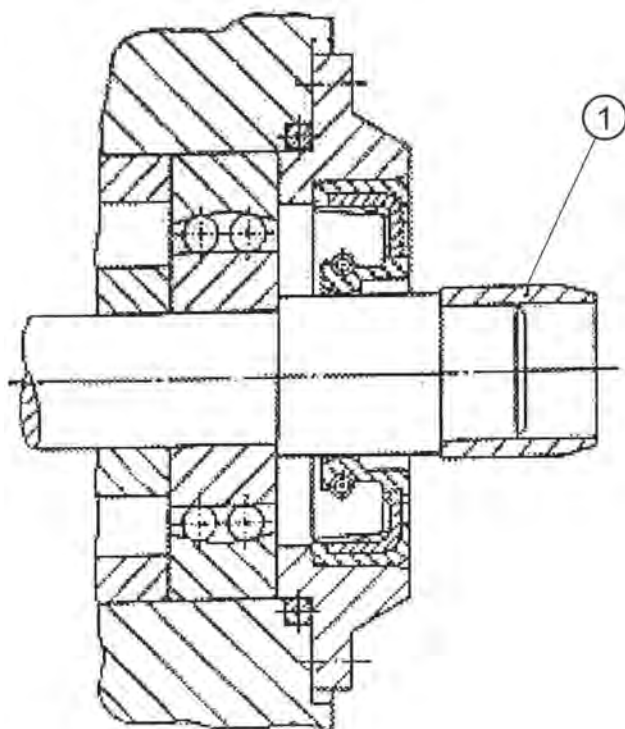
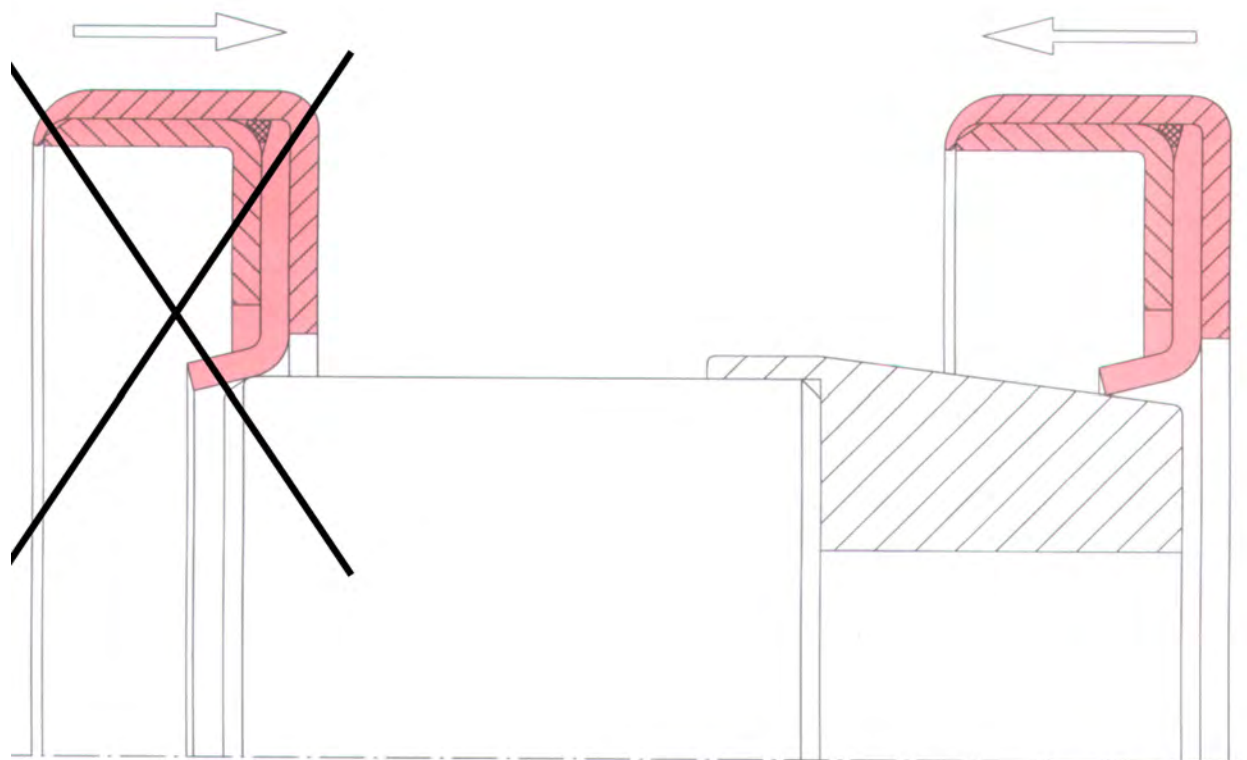
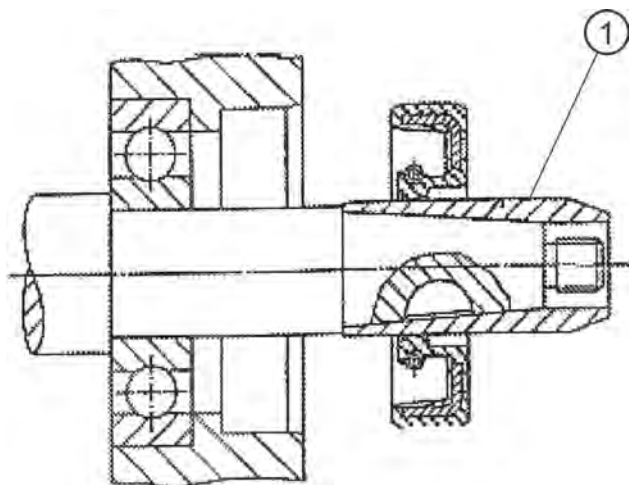

Рисунок 3: Монтажная втулка с кромкой
Рисунок 4: Монтаж радиального уплотнения с тефлоновой фаской
Рисунок 5: Монтажная втулка у пружинного паза
6. При необходимости можно использовать монтажный шипы и втулки (например, в V-моторе со стороны маховика, рис. 3, ПРЗ и ПР6 - см. рис. 4). Монтажные втулки нужны тогда, когда уплотняющая фаска устанавливается над пружинным пазом или зубчатым соединением вала (рис. 5). Радиальные уплотнения из силиконовой массы или тефлона устанавливают только с монтажной втулкой.
7. Примерно за 1 час до установки уплотнений с тефлоновой уплотняющей фаской их следует растянуть. Для этого используют специальные растяжные или монтажные втулки. Перед тем как натянуть уплотнение на втулку, фаску вручную прогнуть примерно в нужную форму (рис. 4).